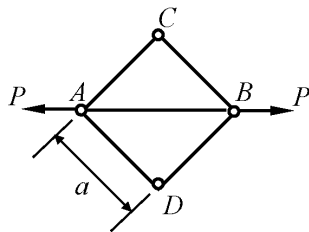

图 1
1. 材料力学对变形固体作下列假设：①、②和③。
2. 五根抗拉刚度 EA 相同的直杆铰接成如图 1 所示之边长为 a 的正方形结构， A 、 B 两处受力 P 作用。若各杆均为小变形，则 A 、 B 两点的相对位移 $\Delta_{AB} = \text{④}$ 。